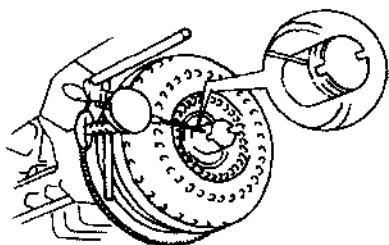

图 5.8 液力变矩器轴套偏摆量的检查
① 检查液力变矩器外部有无损坏和裂纹，轴套外径有无磨损，驱动油泵的轴套缺口有无损伤。如有异常，应更换液力变矩器。
② 将液力变矩器安装在发动机飞轮上，用千分表检查变矩器轴套的径向圆跳动量，如图 5.8 所示。固定好表架，使千分表表头触杆垂直地顶在轴套的外圆面上并有一定的压缩量，调零并盘转飞轮一周，观察千分表的偏摆量，若偏摆量大于 0.03mm ，可换一个角度重新安装，若仍然无法校正，应更换液力变矩器。